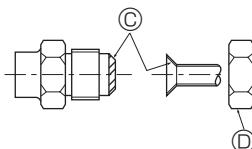

Fig. 4-5
### 4.3. Connexion des tuyaux (Fig. 4-4, Fig. 4-5)
- S'il est trop serré, il risque de se rompre et de provoquer une fuite de réfrigérant. [Fig. 4-5]
#### Ⓐ (Fig. 4-5)